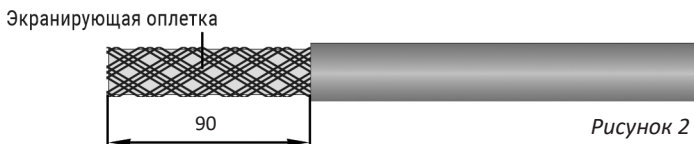

Рисунок 2
5.1.2. Разрезать ножом и снять оболочку с одного конца нагревательного кабеля (рисунок 2).